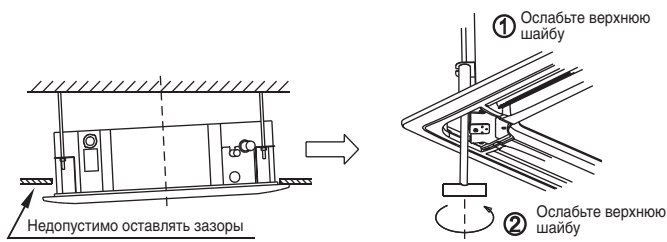

Рис. 5-12
- Регулировка высоты подвеса блока через заглушки, расположенные по углам панели, возможна, в случае, если она не повлечет за собой повреждение трубопроводов (рис. 5-12 -справа).